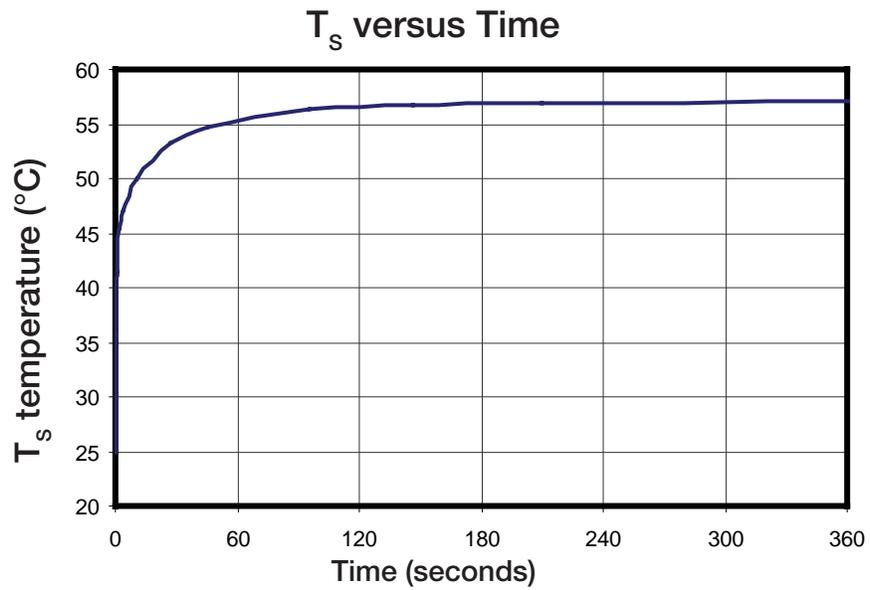

图 4. 温度时间变化关系图, 3分钟后温度不再.
11. 接通电源, 开始记录  $T_s$  值, 直至温度达到稳定。视总体热学设计不同, 这大约需要1分钟或更长的时间。见图 4。
12. 按照公式 (3) 计算出结温  $T_j$ 。
假设如图 4 所示,  $T_s$  的平衡温度约为  $57^{\circ}\text{C}$ 。